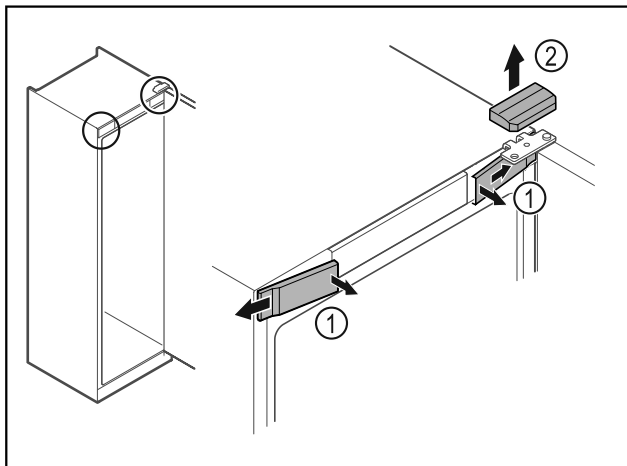

Fig. 5
- ▶ Передние крышки Fig. 5 (1) освободите от фиксации с внутренней стороны и отведите в сторону.
- ▶ Движением вверх снимите верхнюю крышку Fig. 5 (2).